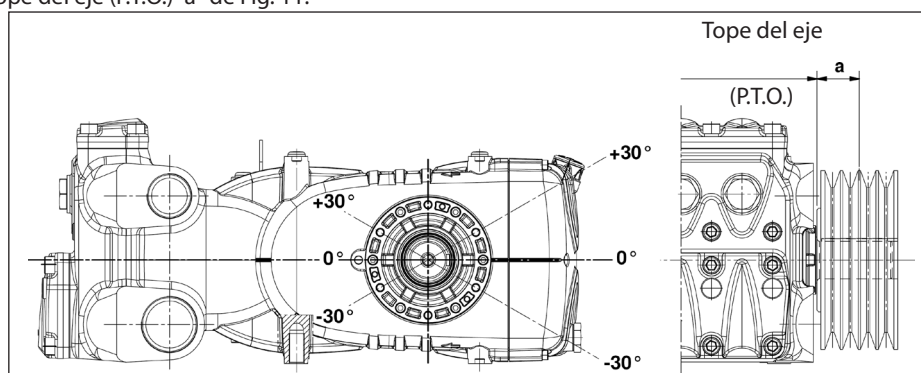

Fig. 11
La transmisión es considerada adecuada si tal carga es aplicada a una distancia máxima $a = 40$ mm del tope del eje (P.T.O) como se indica en la Fig. 11.
- b) Utilizar correas de alto rendimiento –por ejemplo **XPB** en lugar de **SPB**– ya que resultará necesario una cantidad inferior de correas en paridad de potencia transmitida y una consecuente distancia inferior de la resultante con respecto al tope del eje (P.T.O.) "a" de Fig. 11.
- e) Seguir la dirección del tiro de la correa como se indica en la Fig. 11 para exigencias diferentes ponerse en contacto con la **Oficina Técnica** o el **Servicio de Asistencia al Cliente**.